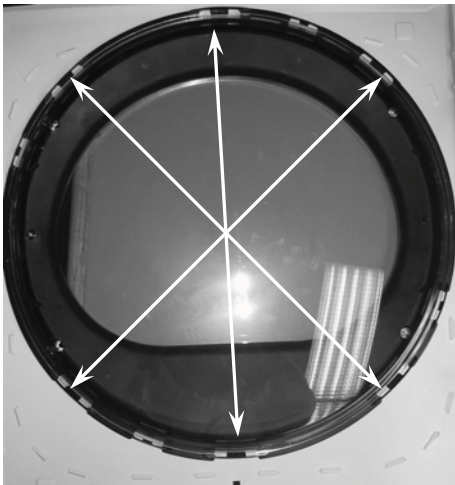

Figure 8
9. en séparant plusieurs des languettes de retenue et retirez la lentille loin de l'anneau de transition. (Figure 8).